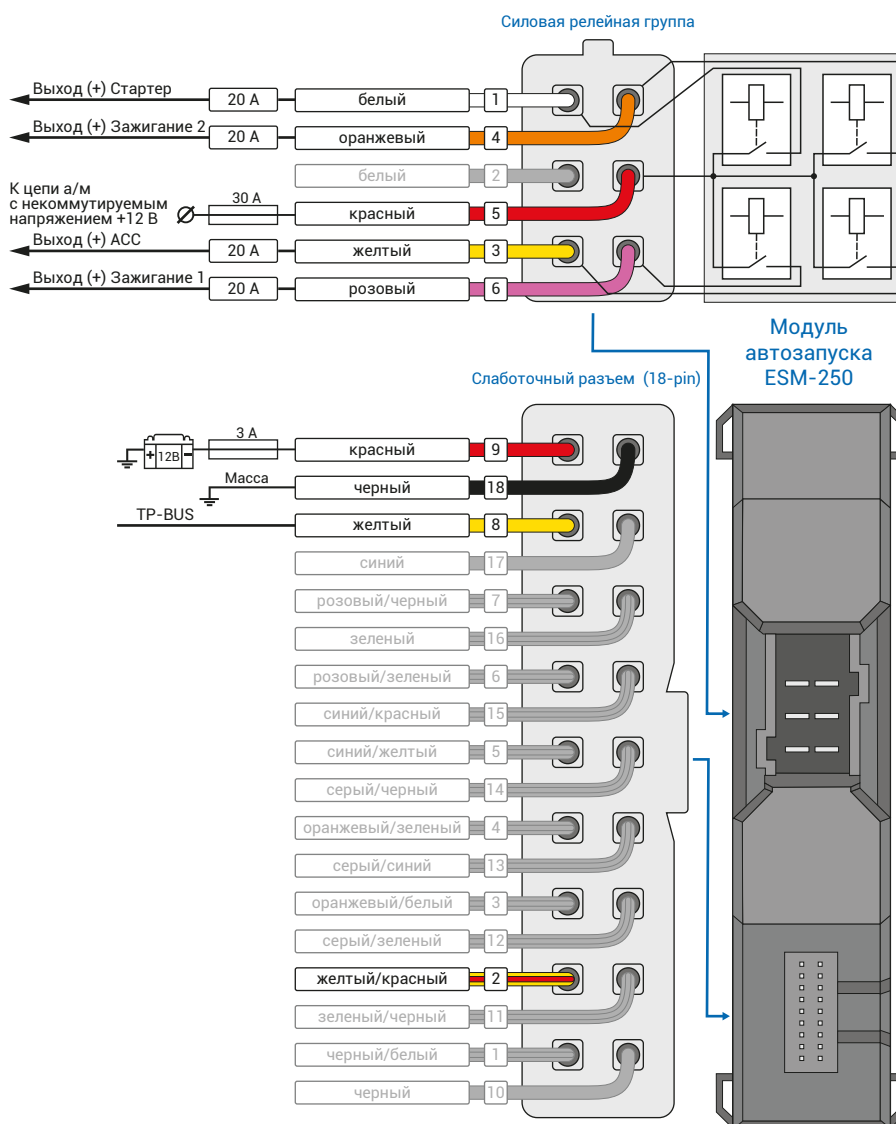
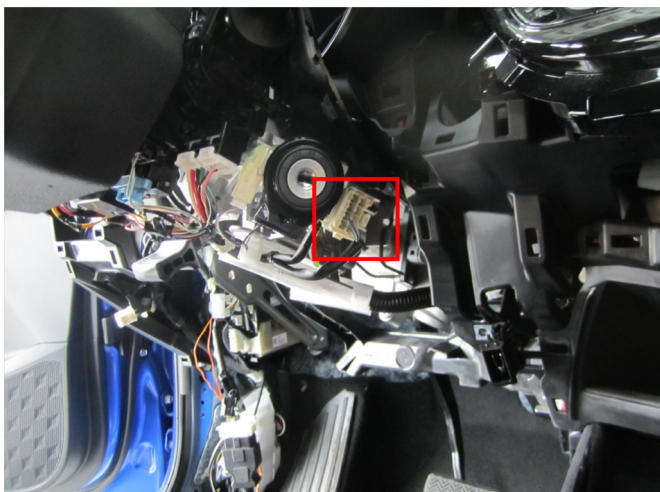

Рис.4 Подключение модуля автозапуска ESM-250
Рис.5 Место подключения
3. Подключите модуль автозапуска ESM-250 – выводы модуля, которые требуется подключить выделены на рис. 4. Подключение производится непосредственно у замка зажигания (см. рис. 5, 6).
i Выводы модуля автозапуска ESM-250 работают по определенной логике (см. рис. 5), подходящей для реализации автозапуска. Настройка модуля ESM-250 осуществляется автоматически при согласовании системы Призрак с а/м.